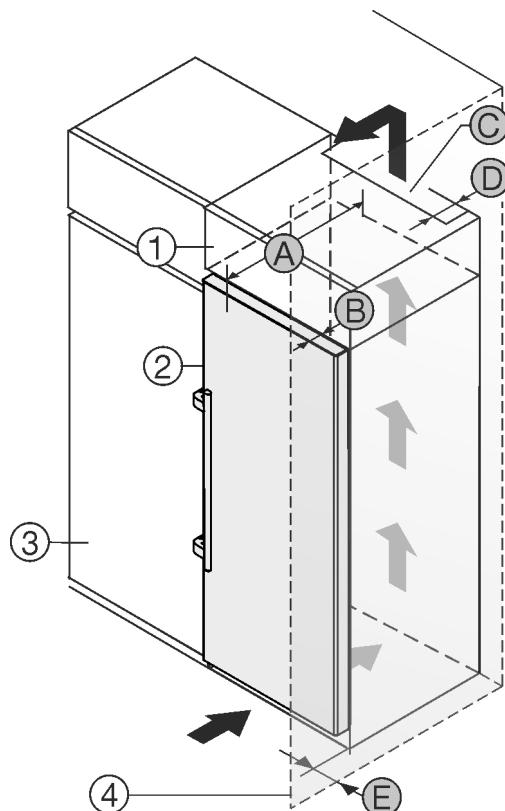

Fig. 24
Das Gerät kann mit Küchenschränken umbaut werden. Um das Gerät Fig. 24 (2) der Küchenzeilenhöhe anzulegen, kann über dem Gerät ein Aufsatzschrank Fig. 24 (1) angebracht werden.
Wird das Gerät direkt neben einem Küchenschrank Fig. 24 (3) aufgestellt, so ist ein Abstand von mind. 5cm zum Gerät notwendig. Um die Türe vollständig öffnen zu können, muss das Gerät um die Tiefe Fig. 24 (B) gegenüber der Küchenschrankfront vorstehen. Abhängig von der Tiefe der Küchenschränke und Verwendung von Wandabstandshaltern kann das Gerät weiter herausragen.
- An der Rückseite des Aufsatzschrankes muss ein Abluftschacht mit der Tiefe Fig. 24 (D) über die gesamte Aufsatzschrankbreite vorhanden sein.
- Unter der Raumdecke muss der Entlüftungsquerschnitt Fig. 24 (C) eingehalten werden.
Wenn das Gerät mit den Scharnieren neben einer Wand Fig. 24 (4) aufgestellt wird, muss der Abstand Fig. 24 (E) zwischen Gerät und Wand eingehalten werden. Dies entspricht dem Griffüberstand bei geöffneter Tür.